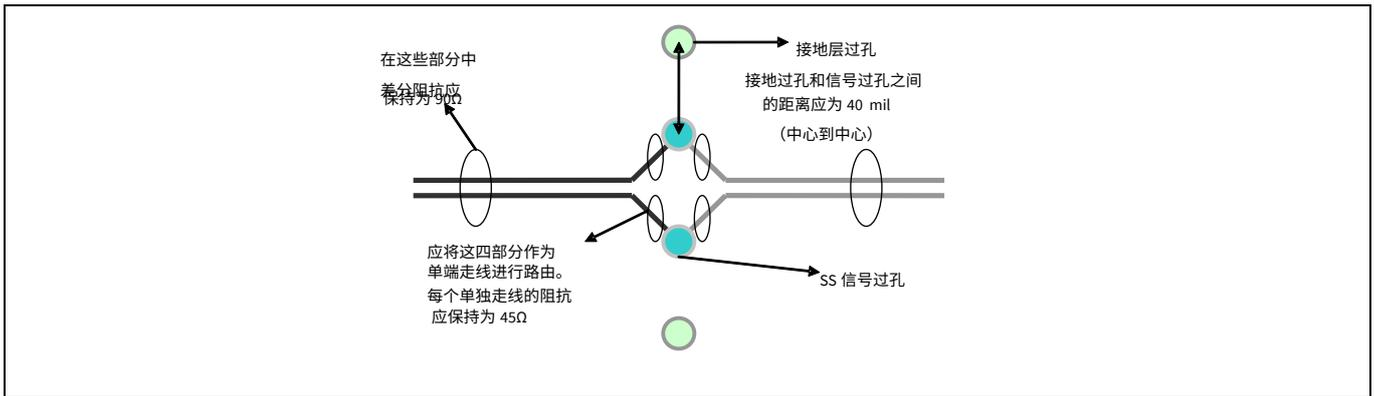

Figure 25 接地过孔
- 如果需要将信号布线到另一层, 将要保持连续接地, 以确保阻抗的一致性。为了实现这个目的, 接地过孔必须位于信号过孔的旁边。信号过孔和接地过孔之间的距离要大于 40 mil。如 Figure 25 所示。